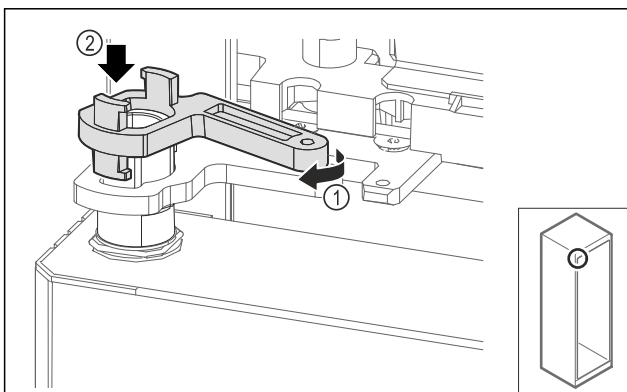

Fig. 70
- ▶ Mírně otočte zajištění stojanu ložiska Fig. 70 (1) a nasadte jej na objímku Fig. 70 (2).